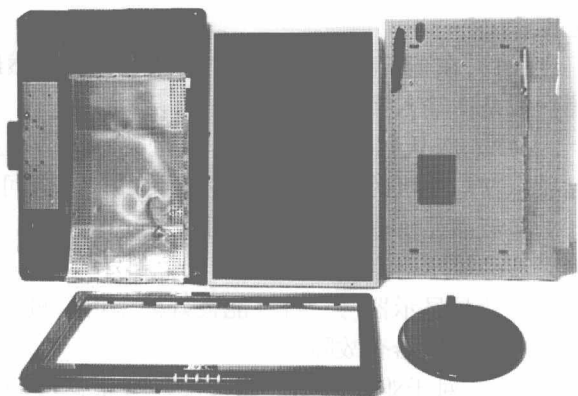

图 15-9 拆解后的液晶显示器
步骤⑩ 使用螺丝刀将液晶显示器面板外壳侧面的 4 颗螺丝卸下，然后小心地拆下 6 条防静电胶纸，拆解后的液晶显示器如图 15-9 所示。